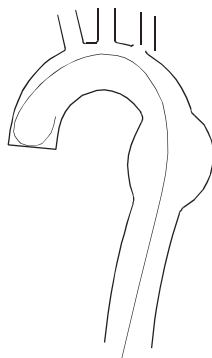

Рис. 5 Введение сверхжесткого проводника
- ◆ Установить сверхжесткий проводник 0,035"/260 см в бедренную артерию и продвигать ее до восходящей артерии. (Рис. 5)